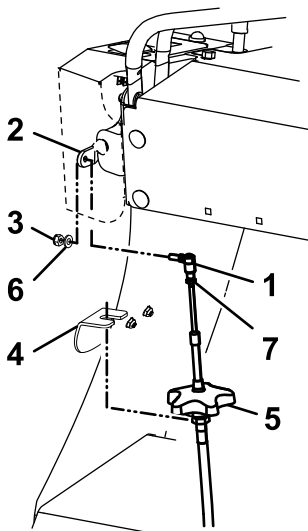

Figura 6
1. Compruebe que la articulación esférica del cable está firmemente sujeta al cable, conéctela al brazo de control y sujétela con una arandela y una contratuerca (1/4"), como se muestra en la Figura 6.
6. Mueva la palanca de control de caudal hacia adelante y hacia atrás, y compruebe que el brazo de la compuerta se abre y cierra totalmente. Si no se cierra, afloje el pomo y/o las tuercas para ajustar el cable hasta que la compuerta pueda cerrarse del todo; apriete todos los componentes. Compruebe que la contratuerca ha sido apretada correctamente contra la articulación esférica del cable después de finalizar todos los ajustes (Figura 6).